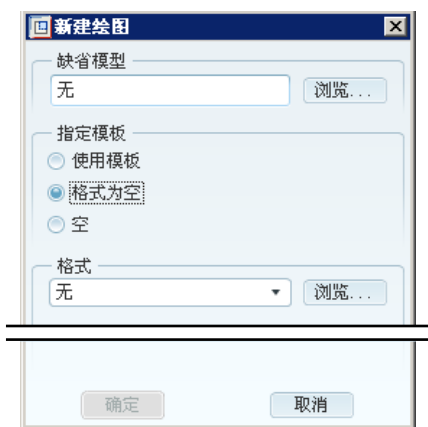

图 3.3.3 “新建绘图”对话框（二）
- ❑ ☒ 格式为空 单选项：在图 3.3.3 所示的 **格式** 区域中，单击 **浏览...** 按钮，然后选取所需的格式文件，并将其打开；其中，打开的绘图文件只使用其图框格式，不使用模板。